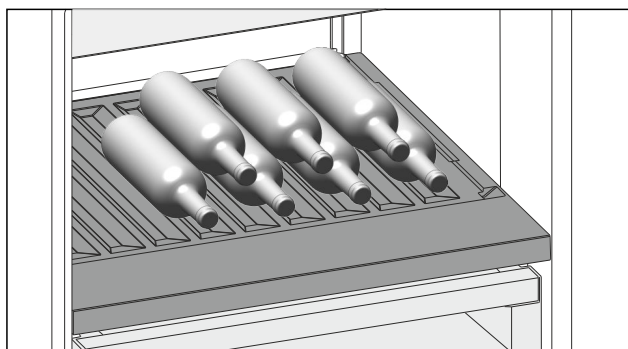

Fig. 152 Ілюстративне зображення
- Помістіть пляшки дном у напрямку до задньої стінки. (див. Fig. 152)